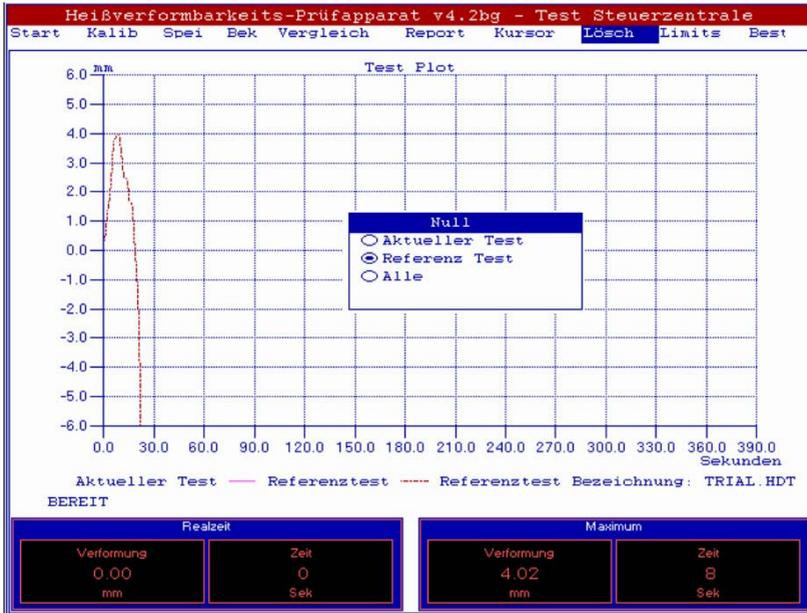

Abb. 20
- » Um den Prüfkörper in das Heißverformungsgerät einzuspannen (siehe Abb. 20) muss zuvor der Abstand zwischen